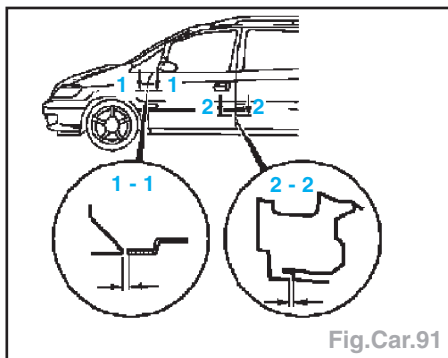

Fig.Car.91
- Reposer les portes et les régler (Fig.Car.91).